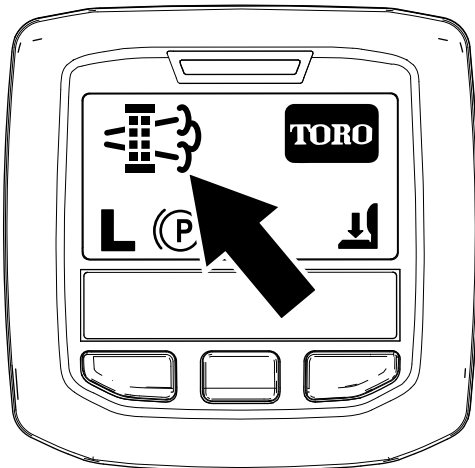

Bild 43
- Wenn der Motorcomputer eine geparkte Regenerierung oder eine Wiederherstellung-Regenerierung anfordert, wird das Symbol für die Anforderung einer Regenerierung (Bild 43) im InfoCenter angezeigt.